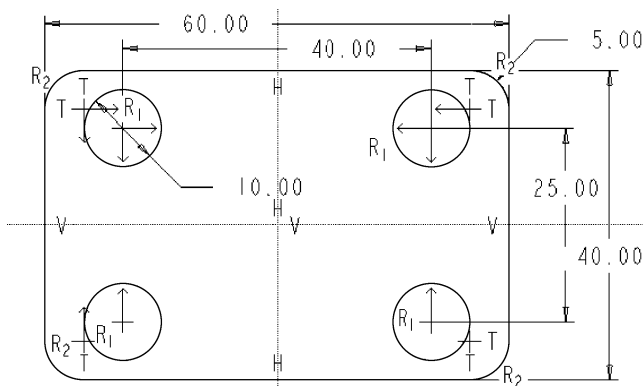

图 3-122 草绘练习 3
(3) 草绘如图 3-122 所示的图形，并将所有尺寸加强。